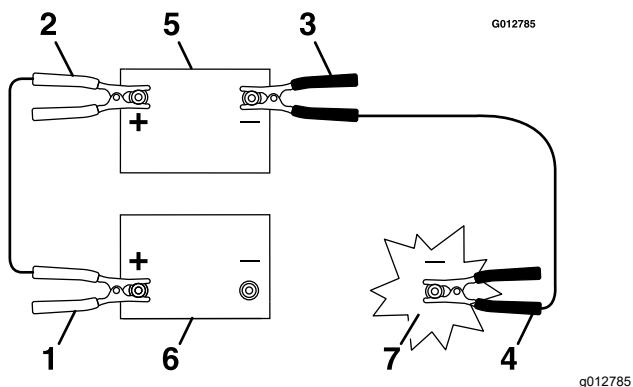

Figure 79
3. Connectez le câble positif (+) à la borne positive (+) de la batterie à plat qui est reliée au démarreur ou au solénoïde, comme montré à la Figure 79.